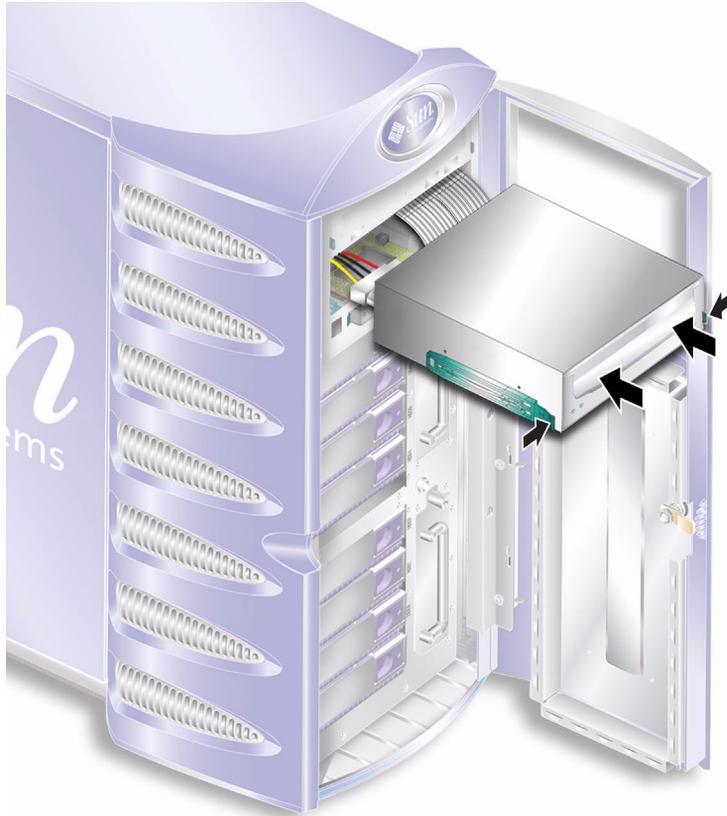

FIGURE 1-28 Installation d'un module de lecteur de bande magnétique
6. Faites coulisser fermement le lecteur de bande magnétique dans sa fente. Voir la FIGURE 1-28.